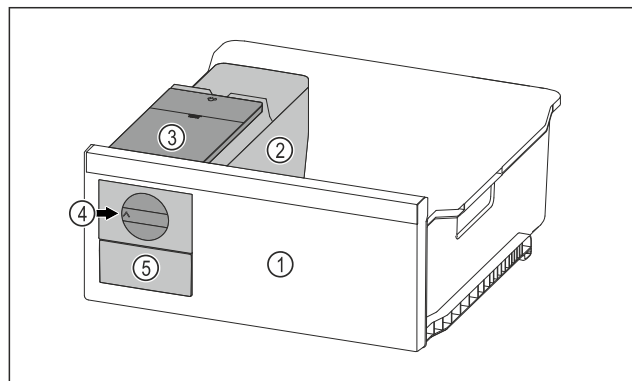

Fig. 122 Przykładowa prezentacja
- ▶ Pokrętko Fig. 122 (4) obrócić zgodnie z ruchem wskazówek zegara.
- ▶ Kostki lodu wypadają do pojemnika na kostki lodu w szufladzie na kostki lodu Fig. 122 (5). Jeżeli nie wszystkie kostki lodu zostaną zwolnione z pojemnika na kostki lody: